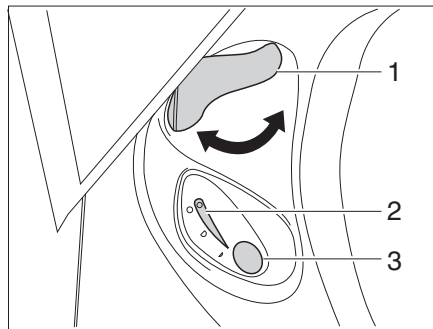

Bild 300 Bedieneinheit Thetford-Toilette
- Vor dem Spülen den Schieber der Thetford-Toilette öffnen. Dazu den Schieberhebel (Bild 300,1) entgegen dem Uhrzeigersinn drehen.
- Zum Spülen den blauen Spülknopf (Bild 300,3) drücken.
- Nach dem Spülen den Schieber schließen. Dazu den Schieberhebel (Bild 300,1) im Uhrzeigersinn drehen.
Die Kontroll-Leuchte (Bild 300,2) leuchtet, wenn die Thetford-Kassette entleert werden muss.
- Den Schieberhebel (Bild 300,1) im Uhrzeigersinn drehen. Der Schieber wird geschlossen. Zum Entleeren **muss** in der Thetford-Toilette der Schieber geschlossen sein.